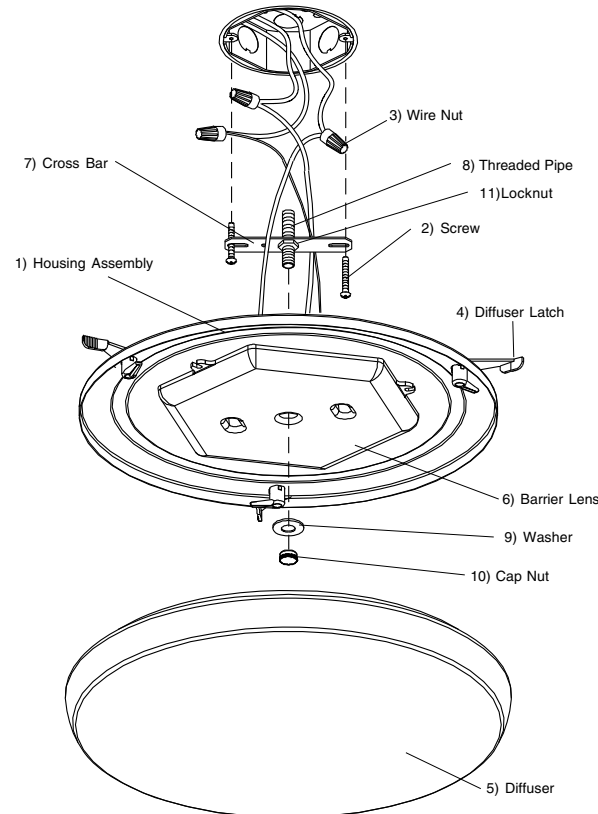

Figure 1
4. With the power turned off, hold the fixture Housing Assembly (1) firmly and connect the green ground wire from the fixture to the bare copper ground wire from the junction box using a Wirenut (3). (If house wiring does not include a ground wire, consult your local electrical code for approved grounding methods). See Fig. 1.
5. Use Wirenuts (3) to connect black fixture wire to the black power supply wire and white fixture wire to the white power supply wire. See Fig. 1.
6. Hold Housing Assembly (1) in one hand and with the other hand position wires up and into outlet box.
7. Align Threaded Rod (8) with center hole on Housing. Push Housing Assembly (1) to ceiling surface. Install Washer (9) onto Rod (8) and secure fixture with Cap Nut (10). **Note: Cap nut (10) should be hand-tighten only. Do not over tighten.**
4. Con la electricidad apagada, sostenga la Ensamblaje de la carcasa (1) firmemente y conecte el alambre verde de conexión a tierra del luminario al alambre desnudo de cobre de la caja de ensambladura usando un capuchón de alambres (3). (Si el alambreado de la casa no incluye un alambre de hacer tierra, consulte su código eléctrico local para métodos aprobados de hacer tierra. Vea Fig. 1.
5. Use Capuchones de Alambres (3) para conectar el alambre negro del luminario al alambre negro de suministro eléctrico y el alambre blanco del luminario al alambre blanco de suministro eléctrico. Vea Fig. 1.
6. Sostenga el Ensamblaje de la Carcasa (1) con una mano y con la otra estire los cables dentro de la caja de conexiones.
7. Alinee la vara roscada (8) con el orificio central en la carcasa. Empuje el conjunto de la carcasa (1) a la superficie del techo. Instale la arandela (9) en la vara (8) y asegure el montaje con la tuerca ciega (10).